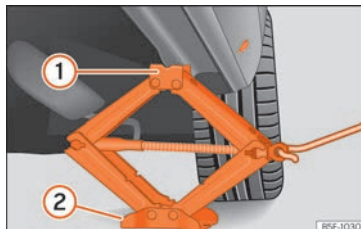

Fig. 79 Larguero: colocación del gato del vehículo.
- Gire el gato*, situado bajo el punto de apoyo del larguero, para elevarlo hasta que la pestaña ① »» fig. 79 quede situada bajo el alojamiento previsto.
- Alinee el gato* de modo que la pestaña ① "agarre" en el alojamiento previsto del larguero y la placa base móvil ② quede apoyada en el suelo. La placa base ② debe caer en la vertical respecto al punto de apoyo ①.